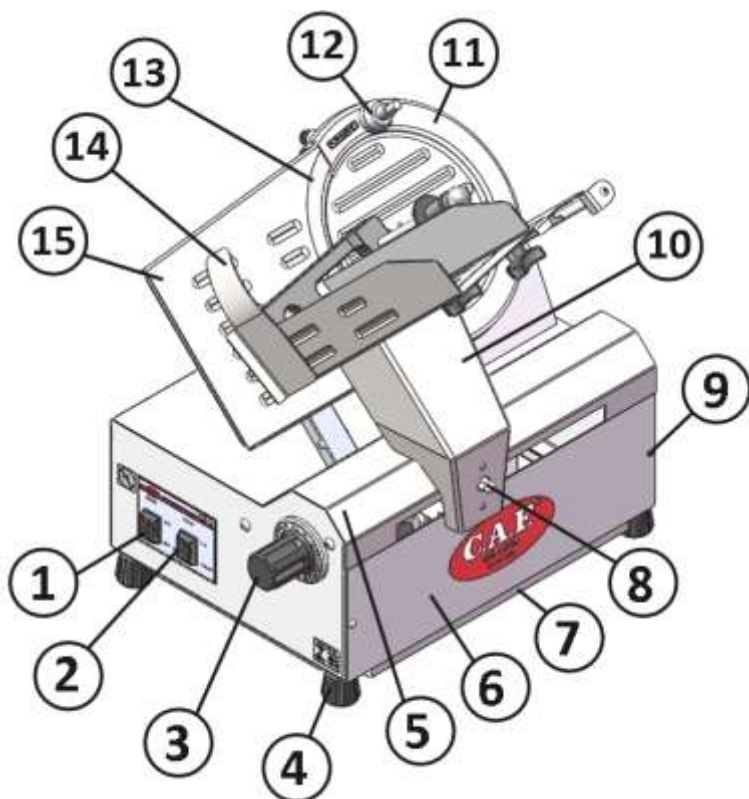
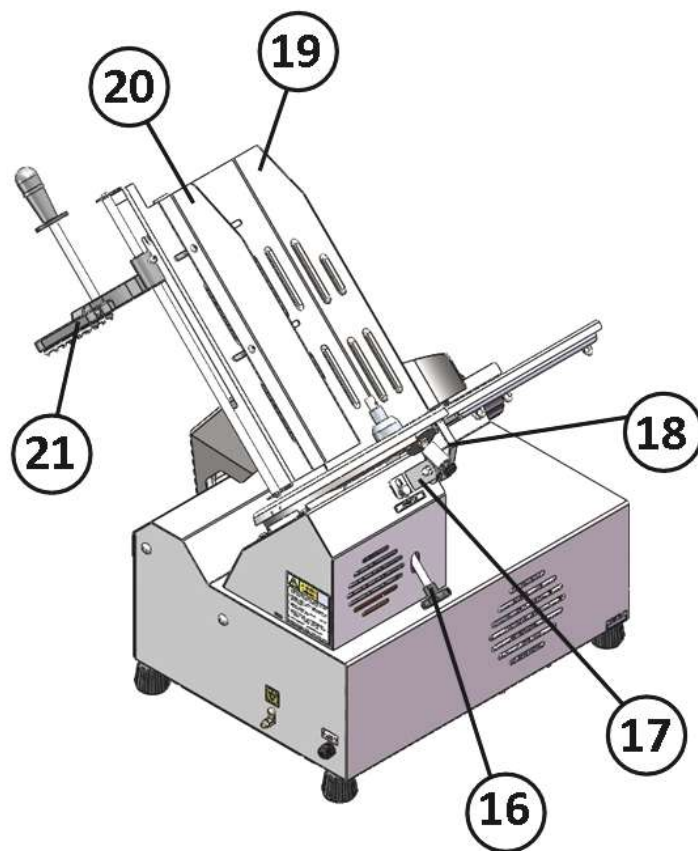

Fig. 1
Fig. 2
- Protetor da mesa móvel (Item 14 - Fig. 1): Impede o acesso dos membros superiores na área cortante da lâmina (Fig. 3).
- Arco protetor da Lâmina (Item 18 – Fig.2): Impede o acesso dos membros superiores na área cortante da lâmina (Fig.3).
- Proteção Inferior Chassi (Item 7 - Fig.1): Impede o acesso dos membros superiores ao eixo do automático.
- Verifique se o protetor da lâmina (Item 11 - Fig.1) está em sua posição de trabalho, bem fixado através do Eixo de Fixação (Item 16 - Fig.2).
- 2) Levante o apoiador de frios (Item 21 - Fig.2) e coloque o produto a ser processado.
- 3) Ajuste a posição do Guia porta frios (Item 20 - Fig.2) conforme dimensões do produto.
- 4) Regule a espessura de corte através do manípulo regulador de fatias (Item 3 - Fig.1), conforme figura 4.
- 5) Ligue a lâmina (Item 1 - Fig.1), após ligue o Braço (Item 2 - Fig.1) para iniciar a operação.
- 6) Ao término da última fatia, desligue o equipamento pressionando os Botões "Desliga" do Braço e da Lâmina (Fig.1).
- As buchas do braço (Item 10 - Fig.1) são autolubrificantes, não necessitando a colocação de óleo constantemente nos eixos.
- As buchas do Apoiador de Frios (Item 21 - Fig.2) são autolubrificantes, não necessitando a colocação de óleo constantemente no eixo.
- A. Posicione a mesa fixa (Item 15 - Fig.1) na posição "0" do regulador de espessura (Item 3 - Fig.1);